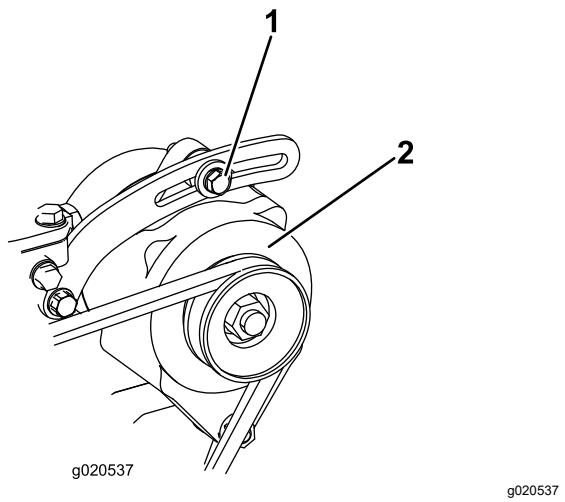

Figure 91
1. Si vous n'obtenez pas une flèche de 10 mm (3/8 po), desserrez les boulons de fixation de l'alternateur (Figure 91).